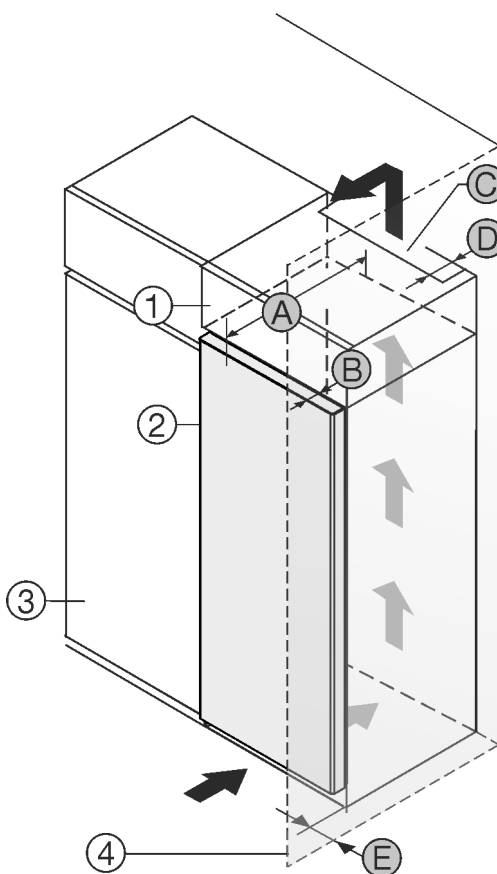

Fig. 1
Puede colocar el electrodoméstico junto al armario de cocina *Fig. 1 (3)*.*
En la parte posterior del armario superior debe estar disponible un pozo de ventilación con la profundidad *Fig. 1 (D)* sobre la totalidad del ancho de armario superior.*
Debajo del techo debe respetarse la sección transversal de ventilación *Fig. 1 (C)*.*
Si el electrodoméstico se instala con las bisagras al lado de una pared *Fig. 1 (4)*, la separación entre el mismo y la pared debe ser de por lo menos 13 mm.*
A fin de poder abrir completamente la puerta, el electrodoméstico debe sobresalir alrededor de la profundidad de la puerta *Fig. 1 (B)* en comparación con la parte frontal del armario de cocina. Dependiendo de la profundidad del armario de cocina *Fig. 1 (3)* y el empleo de separadores de pared el aparato puede sobresalir aún más.*